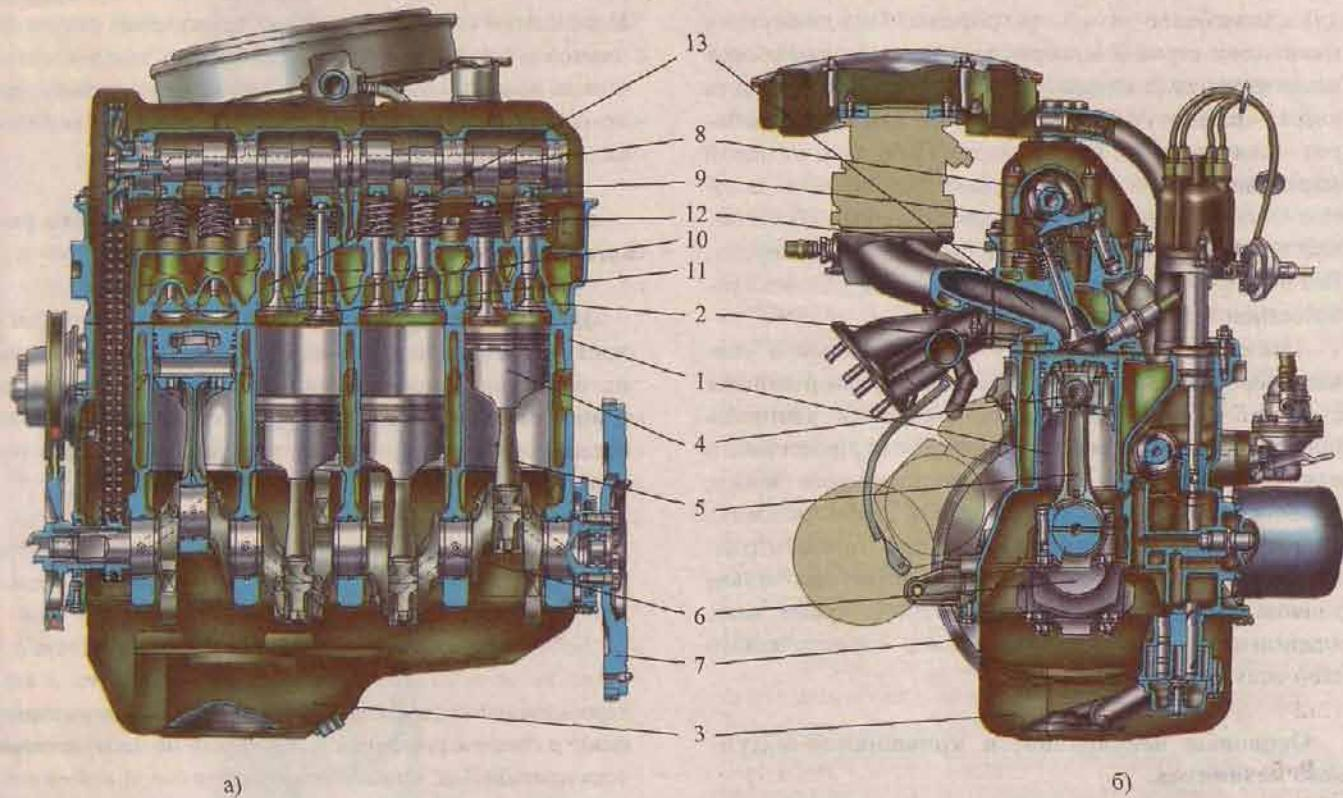

Рис. 10 Общий вид четырехцилиндрового двигателя на примере автомобиля ВАЗ 2106
**У четырехцилиндрового двигателя кривошипно-шатунный механизм состоит из** (см. рис. 10):
**Газораспределительный механизм** (см. рис. 10) состоит из: